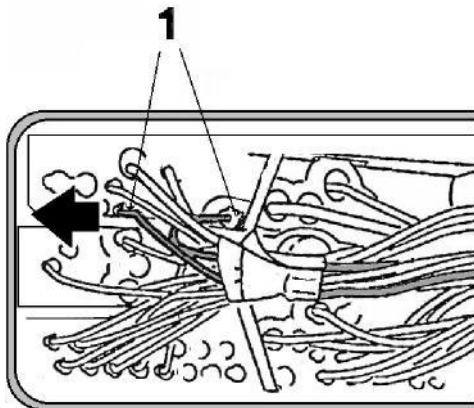

Abbildung 1
5. Kabelbrücke in Kabelsatzstecker XE2 einsetzen (Abbildung 1):